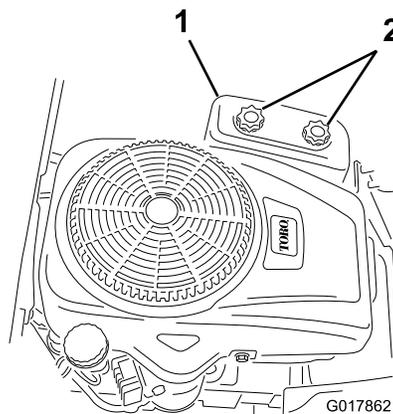

Рисунок 16
3. Снимите крышку воздухоочистителя, отвернув две ручки (Рисунок 16).
4. Установите крышку воздухоочистителя и затяните 2 ручки (Рисунок 16).